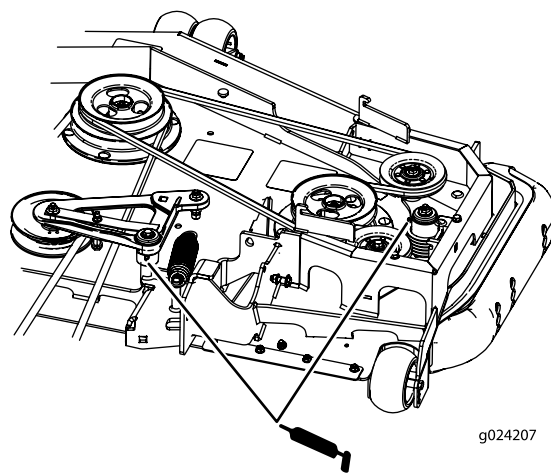

Figura 39
5. Engrase los brazos tensores de la correa de la carcasa (Figura 39).